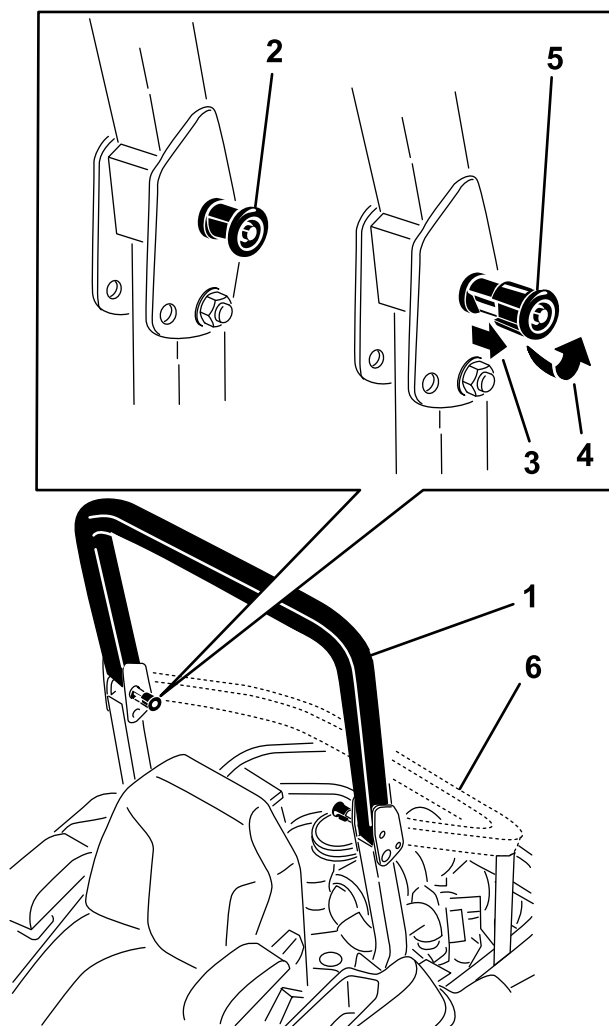

Figura 9
2. Tire de ambos pomos hacia fuera y gírelos 90 grados para desengranarlos (Figura 9).
3. Baje la barra antivuelco (Figura 9).
1. Eleve la barra anti-vuelco a la posición de trabajo y gire los pomos hasta que se introduzcan parcialmente en las ranuras (**Figura 9**).
2. Eleve la barra antivuelco a la posición vertical, presionando sobre la parte superior de la misma; las clavijas encajarán en cuanto se alineen con los orificios (**Figura 9**).